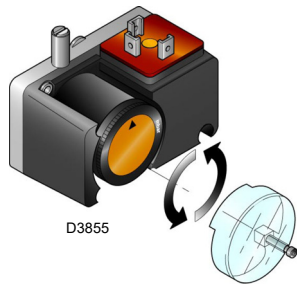

Fig. 22
- Regular o pressóstato gás de mínima (Fig. 22) na parte inicial da escala.